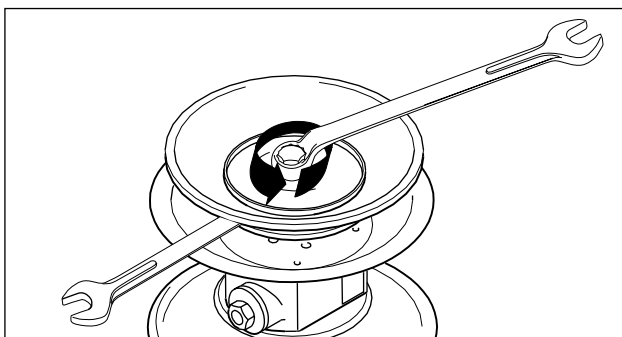
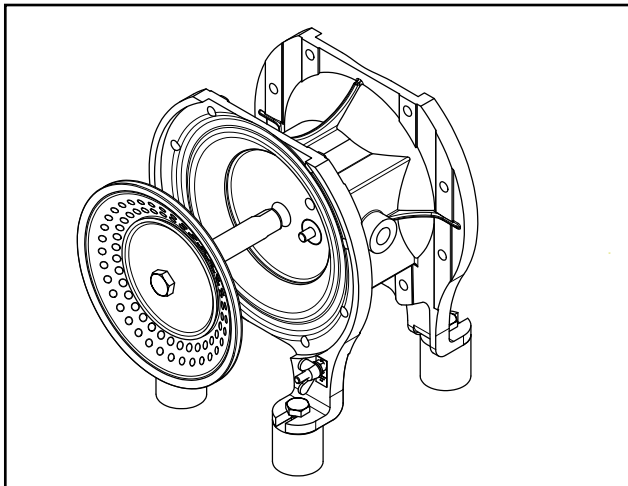

Рис. 10: Ослабление диафрагменной тарелки. (Не требуется в случае диафрагмы porpedE4®.)
Рис. 21: Вынимание мембраны с поршневым штоком
- Ослабьте стяжные хомуты (при необходимости, смажьте, чтобы избежать фиксирования гаек и болтов из высококачественной стали) (рис. 10). В случае высококачественной стали, отполированных вариантов (DL, DH), откройте резьбовое молочное соединение.
- Ослабить внешнюю мембранную тарелку и снять с мембраной (рис.10 и рис. 21)
- Ослабить мембраны (см. рис. 10 и 21)
См. также 5.3.2.3. В отличие от рис. 21 сначала отвинтить диафрагменную тарелку. Вынуть отдельно поршневой шток из блока управления.